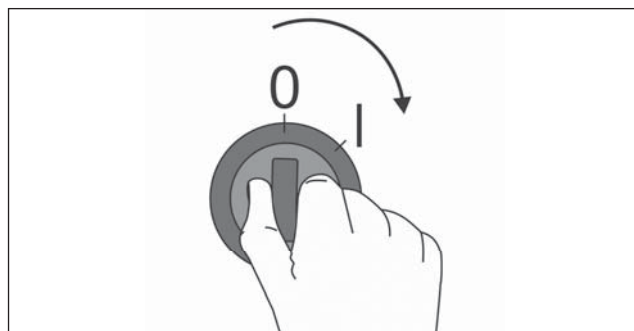

Рис. 10.1
3. Установите переключатель подачи питания, в положение «I» (Рис. 10.1).